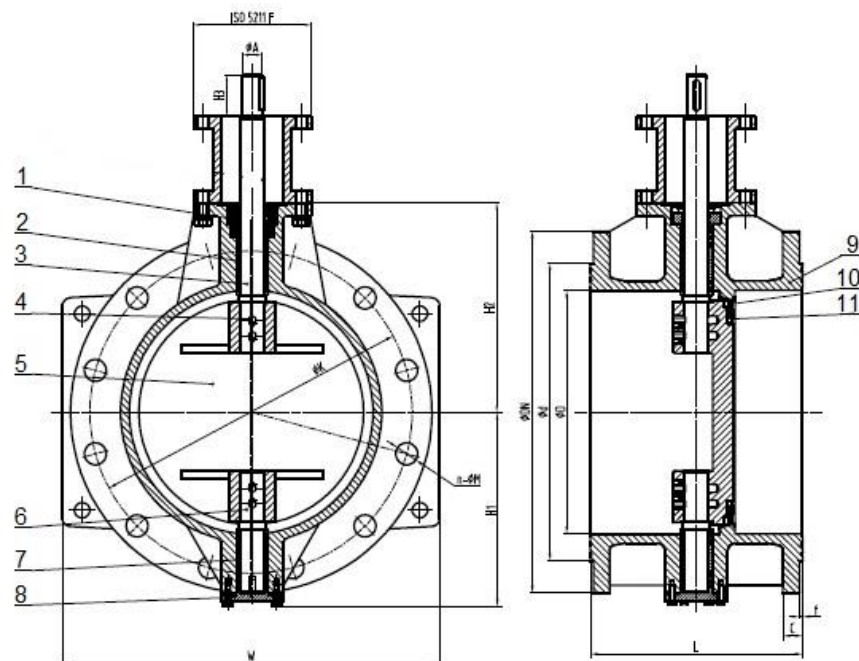

Рис.1 Затвор поворотный с двойным эксцентриситетом.
2.1 Присоединение затворов к трубопроводу – фланцевое, с присоединительными размерами по ГОСТ 33259-2015. Тип привода-редуктор (Рис.1, Табл.№1 и Табл.№2). Размеры верхнего фланца соответствуют ISO 5211F (см. Рис.1, Табл.№2). Температура рабочей среды до +80°С.